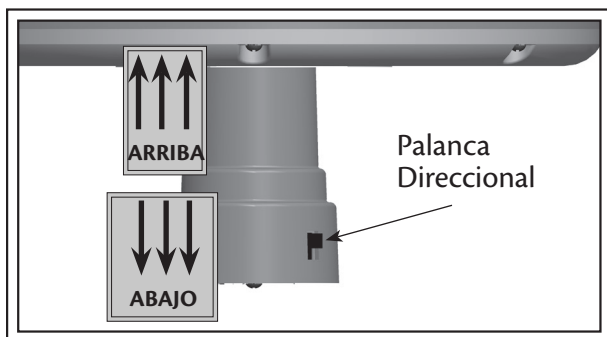

Fig. 16
1. Mueva la palanca direccional completamente hacia el lado izquierdo para obtener flujo hacia abajo (vea la Fig. 16).
2. Mueva la palanca direccional completamente hacia el lado derecho para obtener flujo hacia arriba (vea la Fig. 16).